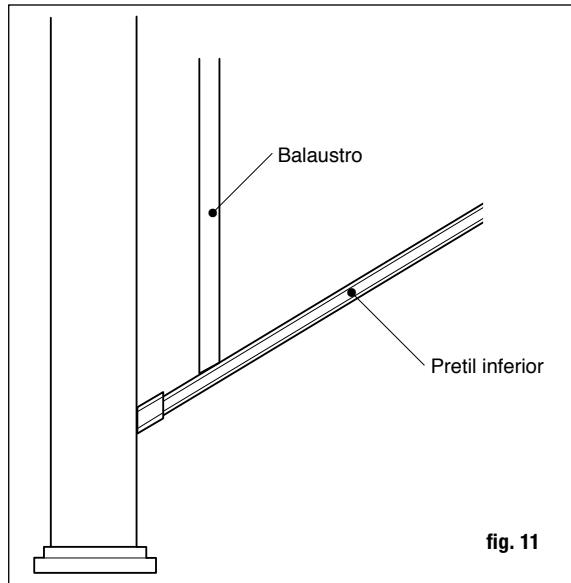

fig. 11
Paso 8 Coloque un balaustre dentro de cada orificio taladrado en el barandal inferior. Asegúrese de que el balaustre esté bien apoyado sobre el barandal (fig. 11).